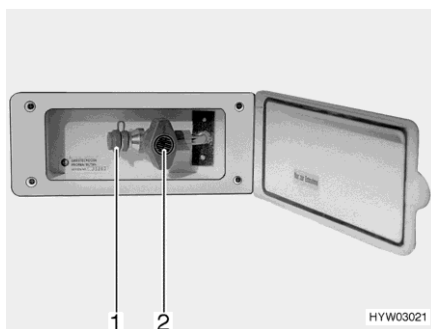

Fig. 116 Toma exterior de gas
- Conectar el aparato de gas externo en el punto de conexión (Fig. 116,1).
- Abrir la válvula de paso de gas (Fig. 116,2).